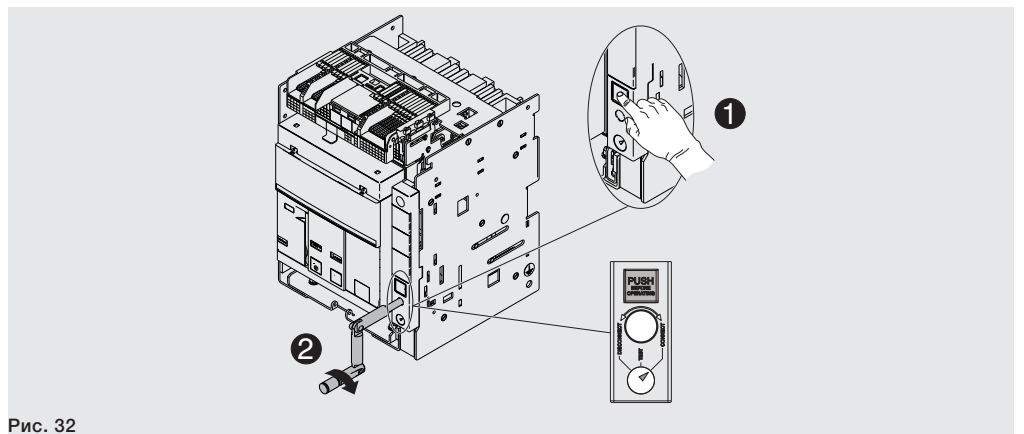

Рис. 32
6. Нажать кнопку блокировки и поворачивать рукоятку по часовой стрелке до тех пор, пока кнопка не выщелкнет, а индикатор не покажет, что автоматический выключатель находится в состоянии «**ВКАЧЕН – CONNECT**». См. Рис. 32.